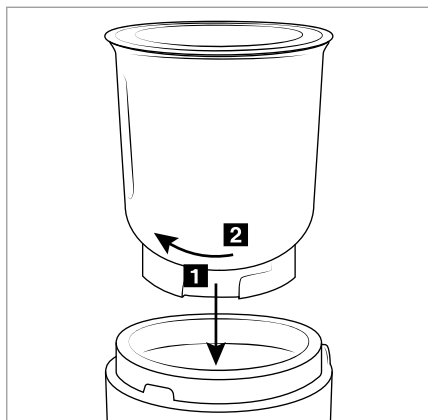

Fig. 1
5) Coloque el recipiente **(3)/(4)** en el bloque motor **(5)**: para ello, asegúrese de que los encastrados del interior del bloque motor **(5)** encajen en los alojamientos de la base del recipiente **(3)/(4)** (consulte la fig. 1/**1**).
6) Gire el recipiente **(3)/(4)** de forma que los encastrados del interior del bloque motor **(5)** sigan deslizándose por las guías (hacia **1**) y el recipiente **(3)/(4)** quede encastrado (consulte la fig. 1/**2**).